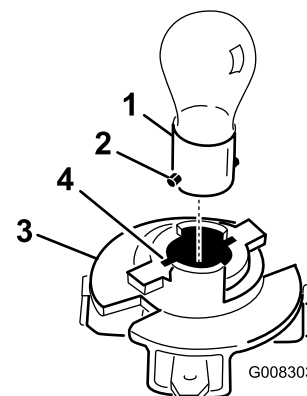

Bild 30
8. Drücken Sie die Birne hinein, drehen Sie sie entgegen dem Uhrzeigersinn bis zum Anschlag (ca. 1/4 Umdrehung) und nehmen Sie sie aus der Birnenfassung heraus (Bild 30).
1. Richten Sie die Metallstifte am Birnensockel mit den Schlitzen in der Birnenfassung aus und setzen Sie den Sockel in die Fassung (Bild 30).
3. Richten Sie die Nasen an der Birnenfassung mit den Schlitzen im Reflektor aus (Bild 30).